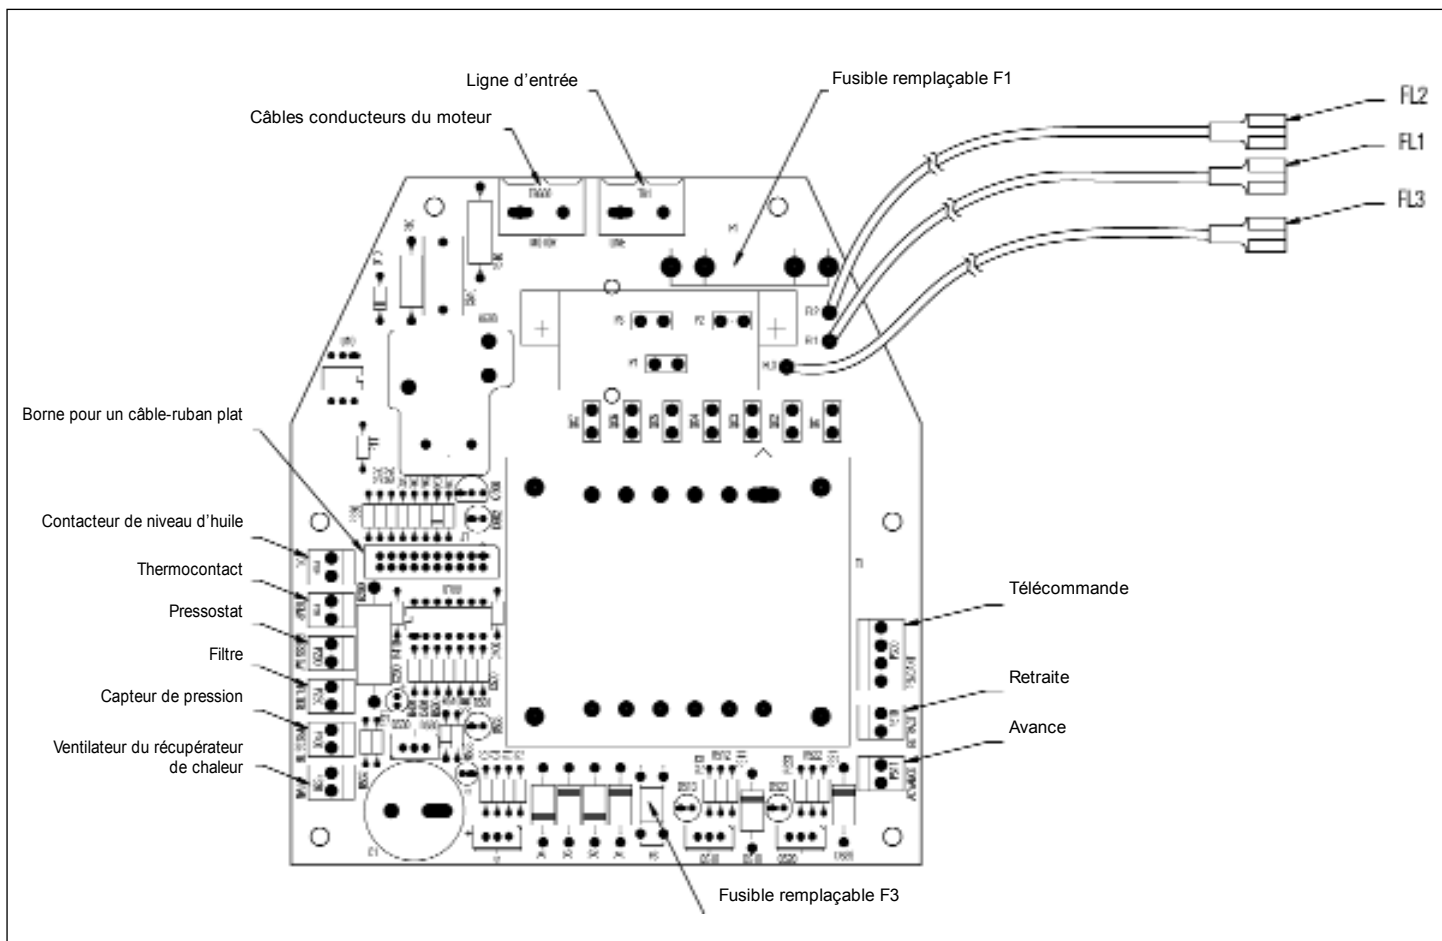

Figure 12, Configuration de la carte d'alimentation électrique
Le capteur de pression, le Echangeur de chaleur, le pressostat, le télécommande / l'interrupteur à pied, les électrovalves (A) et (B) sont fournis avec les connecteurs qui se connectent aux prises adéquates trouvées sur la carte d'alimentation électrique (Figure 12).
Débranchez l'unité de la source d'alimentation électrique avant d'ouvrir le protecteur de contact. Enlevez la moitié du protecteur de contact du LCD et un petit bouchon du support frontal. Acheminez le cordon à travers du support frontal, branchez-le à la carte d'alimentation (voir figure 12) et fixez le protecteur de cordon. Installez la moitié du protecteur de contact.
Débrancher l'unité de la source d'alimentation avant d'ouvrir le carénage. Enlever la moitié ACL du carénage et un petit bouchon du support avant. Acheminer le fil du manocontact à travers le support avant, le brancher à la carte d'alimentation (voir figure 12) et fixer un réducteur de tension.
| Après la séquence de démarrage, l'écran ACL affiche « P switch open » (mancontact ouvert) | 1. Le circuit du commutateur de pression est ouvert et le transducteur de pression est installé.                                                                                                                                   | 1. Vérifier si le fil de connexion du mancontact de la carte d'alimentation est lâche ou absent (voir la figure 12).2. Enlever le commutateur de pression ou le transducteur de pression de la pompe.                                                        |
| L'écran ACL affiche « FILTER » (filtre).                                                  | 1. Le fil de connexion lâche sur la carte d'alimentation.                                                                                                                                                                          | 1. Vérifier la carte d'alimentation pour voir si le fil de connexion du filtre est lâche ou absent (voir la figure 12).                                                                                                                                          |